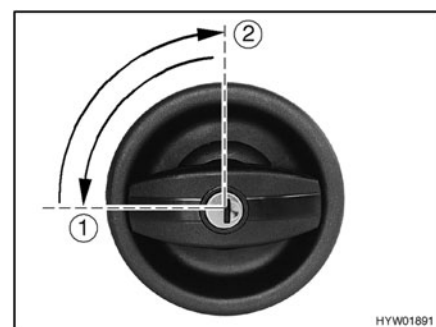

Fig. 21 Serrure de la porte cellule, à l'extérieur, verrouiller
- Insérer la clé dans le barillet et la tourner d'un quart de tour dans le sens inverse des aiguilles d'une montre (Fig. 21,1).
- Ramener (Fig. 21,2) la clé sur la position intermédiaire et la retirer.